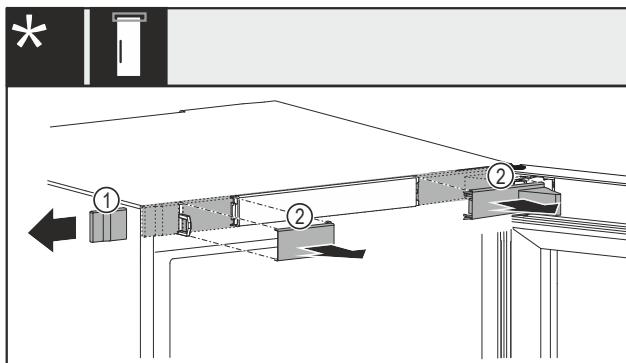

Fig. 12 Mit mechanischem oder elektrischem Schloss*
- Abdeckung Fig. 12 (1) vorsichtig seitlich entfernen.*
- Abdeckungen Fig. 12 (2) vorsichtig nach vorne entfernen.*